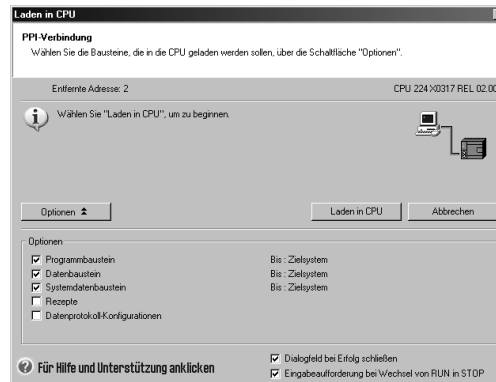

Bild 2-11 Laden des Programms
1. Klicken Sie in der Funktionsleiste auf das Symbol "Laden in CPU" oder wählen Sie den Menübefehl **Datei > Laden in CPU**, um das Programm zu laden (siehe Bild 2-11).